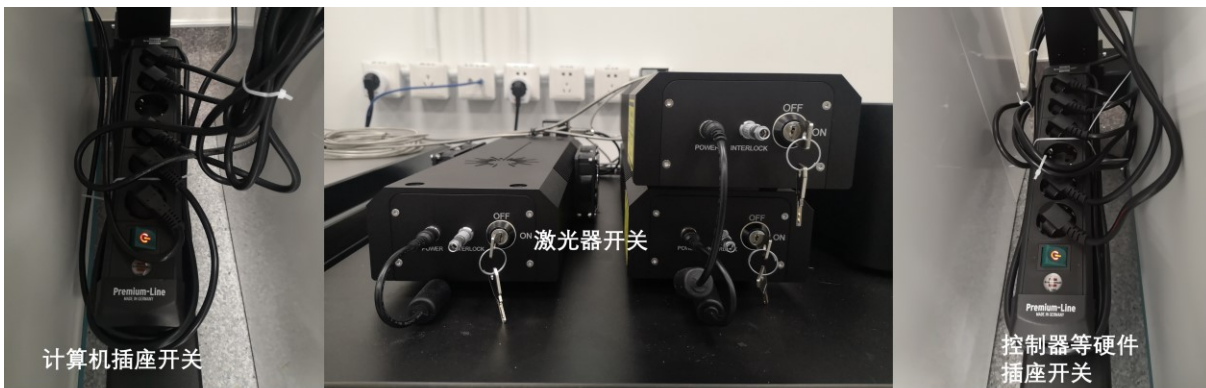

图 6-2 快速变换显微拉曼光谱仪的开关
**注意:** (1) 平时使用时, 控制器、光谱仪和软件部分都未关闭, 只需打开激光器的钥匙, 等激光器预热 10 分钟就可直接使用。只要当天开过激光器, 白天时间激光器可以一直保持开启状态, 晚上实验结束离开实验室仅需关闭激光器, 其他部件都不用关闭。
- (2) 长时间不用时, 先关闭软件→看软件提示 EMCCD 升温至室温后→关闭图 6-2 所示的所有仪器开关。